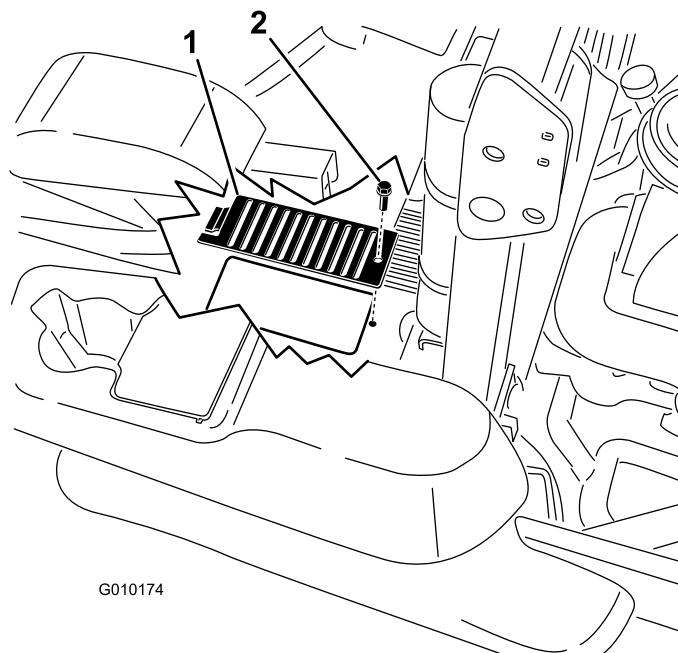

Bild 68
6. Entfernen Sie die Schraube und Abdeckung und reinigen Sie den Bereich um jeden Ölpeilstab und jede Hydraulikanlage (Bild 68).